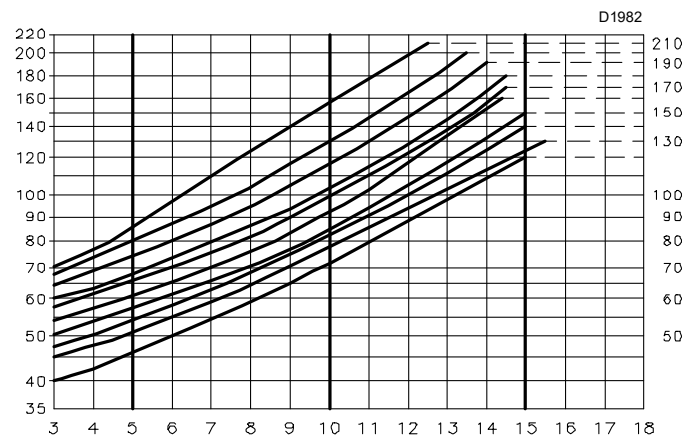

Рис. 17
- Vergonzo тип A3 - кут 45° (Рис. 17)
Якщо вам потрібний обсяг подачі між двома значеннями, показаними на схемі (Рис. 17 і Рис. 18), виберіть форсунку з більшою витратою. Зменшення витрати досягається за допомогою регулятора тиску.